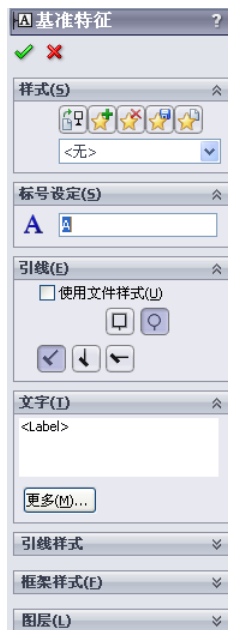

图 12-64 “基准特征”属性管理器
(9) 单击“注解”操控板中的 (基准特征)按钮, 会出现“基准特征”属性管理器, 在属性管理器中设置各参数如图 12-64 所示。